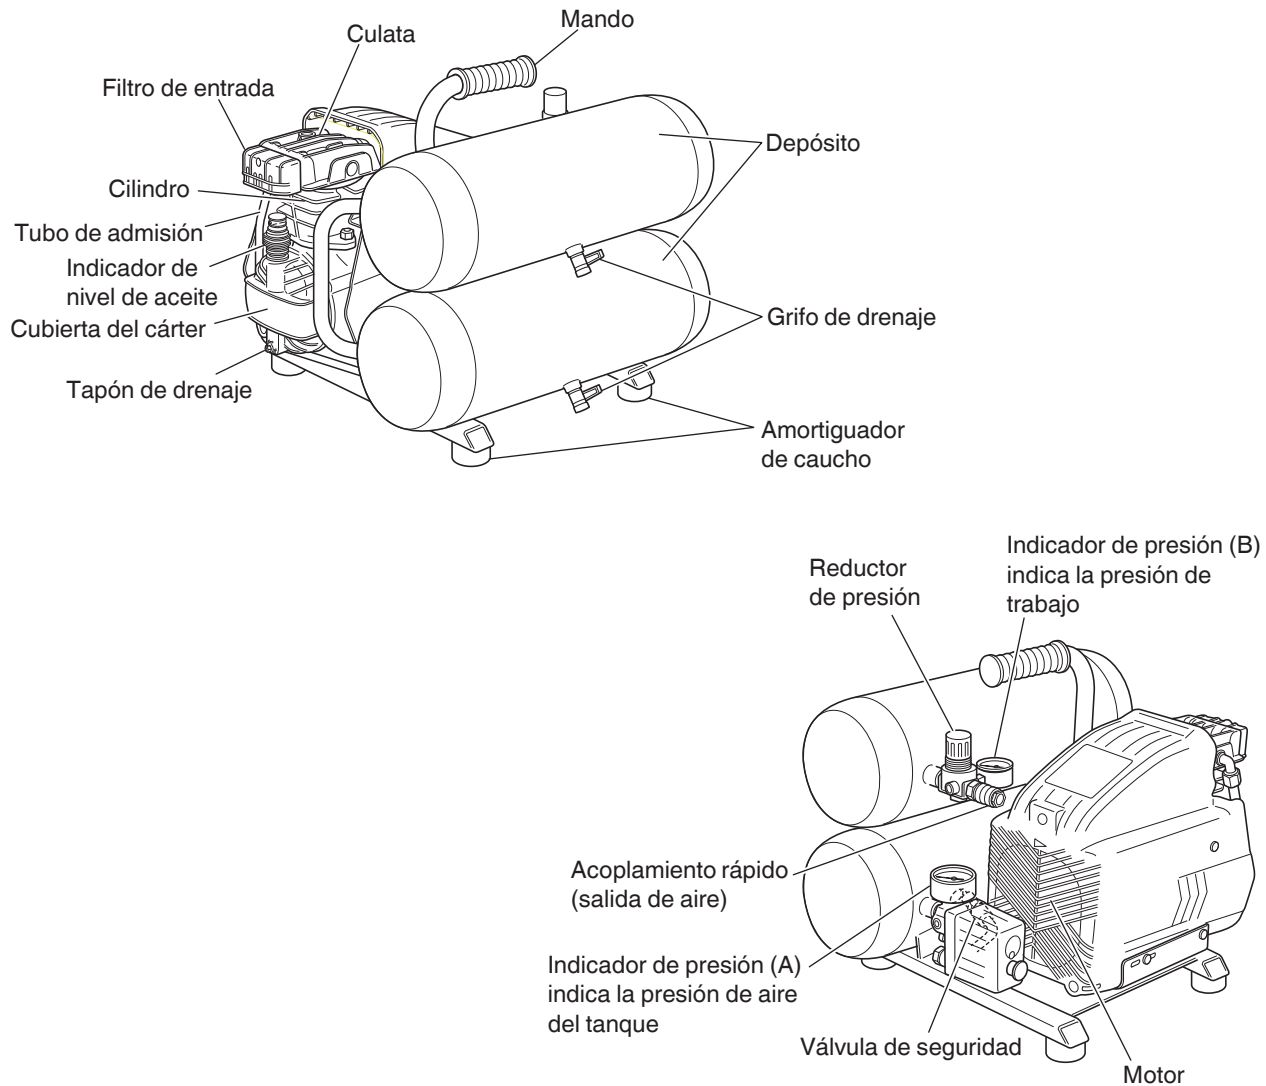
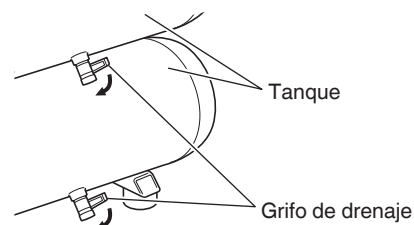
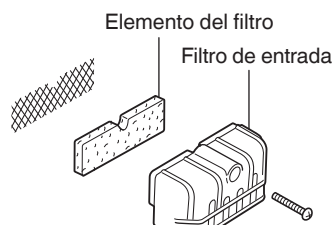

Fig. 1
Fig. 8
Fig. 9
NOTA: Cuando se usa o se guarda el compresor, colocar 4 parachoques de goma debajo del piso de l compresor (Consulte la Fig. 1)
- (1) Gire el mando del disyuntor neumático hasta la posición "OFF" (Consulte la Fig. 1 y la Fig. 2).
- (2) Desconecte el enchufe del tomacorriente.
- (3) Abra el grifo de drenaje situado en la parte inferior del depósito (Fig. 8).
Quite el filtro de entrada (Consulte la Fig. 1) cada 50 horas, o una vez a la semana, y limpie el interior del mismo y de su elemento con aire comprimido (Fig.9). Utilice un destornillador Philips para desmontar el filtro de entrada.
Drene el depósito diariamente, o después de 4 horas de utilización. Abra el grifo de drenaje e incline el compresor para vaciar el agua acumulada (Consulte la Fig. 8).